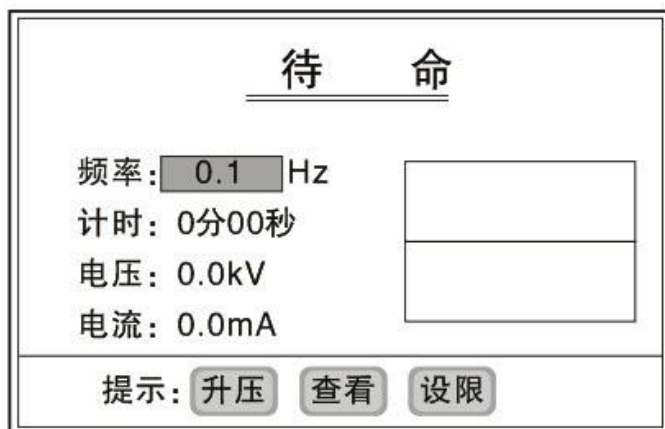

图6 ( 待命界面 )
(C) 点击“返回”键，仪器进入图 6 所示的升压待命界面。
(3) 待命界面
按图 6 点击升压键后，仪器在电脑的控制下，按如下流程进行升压试验：自检→升压→等幅输出→停机
凡是通过了定时停机、点击“停机”键进行的停机、过压保护停机、以及过流保护停机的数据仪器自动将其保存为历史数据。最多能保存九次测量的数据，九次以前的将自动删除。点击图 6 中的“查看”键，可查看最近九次试验的历史数据